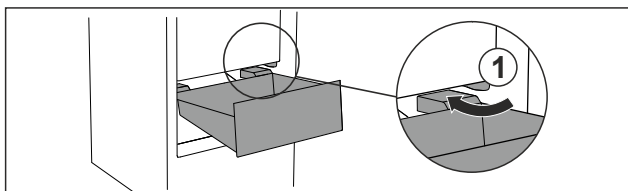

Fig. 116
- ▶ Vezesse el a fiókot ferdén az ütközők Fig. 116 (1) körül.